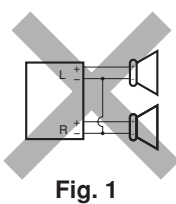
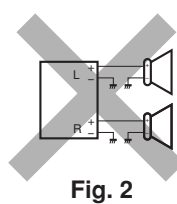
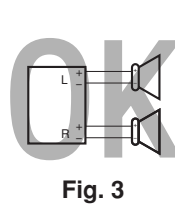

Fig. 1
Fig. 2
Fig. 3
- If the speaker wiring in your car is as illustrated in Fig. 1 and Fig. 2 below, DO NOT connect the unit using that original speaker wiring. If you do, the unit will be seriously damaged. Redo the speaker wiring so that you can connect the unit to the speakers as illustrated in Fig. 3.
- If the speaker wiring in your car is as illustrated in Fig. 3, you can connect the unit using the original speaker wiring in your car.
- Ist die Lautsprecherverdrahtung wie unten in "Fig. 1" und "Fig. 2" abgebildet, das Gerät NICHT mit der Originalverdrahtung der Lautsprecher anschließen, da sonst das Gerät schwer beschädigt wird. Die Lautsprecherverdrahtung erneuern, so daß Sie das Gerät an den Lautsprechern wie in "Fig. 3" abgebildet anschließen können.
- Ist die Lautsprecherverdrahtung in Ihrem Auto wie in "Fig. 3" abgebildet, können Sie das Gerät mit der Originalverdrahtung der Lautsprecher in Ihrem Auto anschließen.
- Si le câblage des enceintes de votre voiture est réalisé comme montré sur la Fig. 1 ou Fig. 2 ci-dessous, NE CONNECTEZ PAS l'appareil en utilisant ce câblage original d'enceintes. Si vous le faites, l'appareil sera sérieusement endommagé. Recommencez le câblage des enceintes de façon que vous puissiez connecter l'appareil aux enceintes comme montré sur la Fig. 3.
- Si le câblage des enceintes de votre voiture est comme montré sur la Fig. 3, vous pouvez connecter l'appareil en utilisant ce câblage original d'enceintes pour votre voiture.